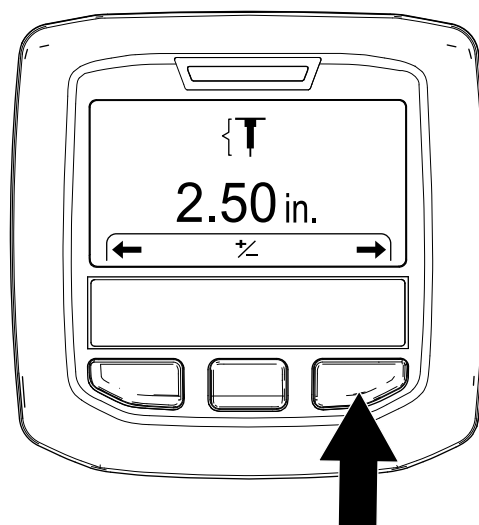

Figura 47
3. Apăsai butonul InfoCenter din dreapta pentru a afia ecranul Setting the Hole Depth (Setare adâncime gaură) (Figura 47).